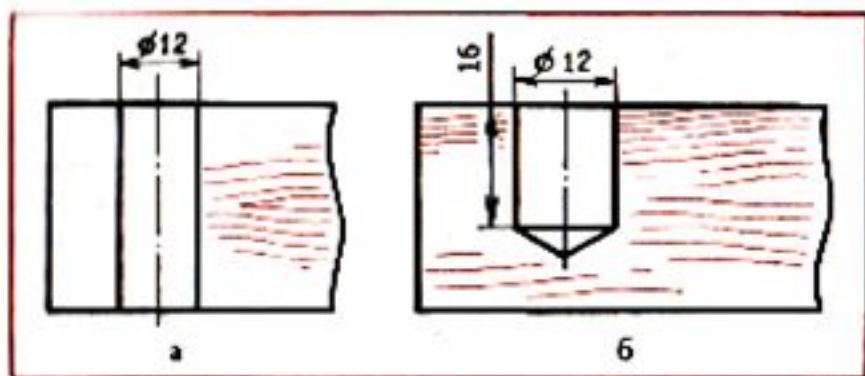

Рис. 33. Отверстия:
**Отверстия представляют собой углубления в деталях.** Они могут быть сквозными и глухими. Сквозные отверстия проходят через всю деталь насквозь (рис. 33, а). Глухие отверстия не выходят наружу, а только выполняются на определенную глубину (рис. 33, б). Обычно считают, что отверстия в поперечном сечении круглые. Однако отверстиями принято считать углубления любой формы в поперечном сечении: круглые, овальные, квадратные, прямоугольные, шестигранные и т. д.